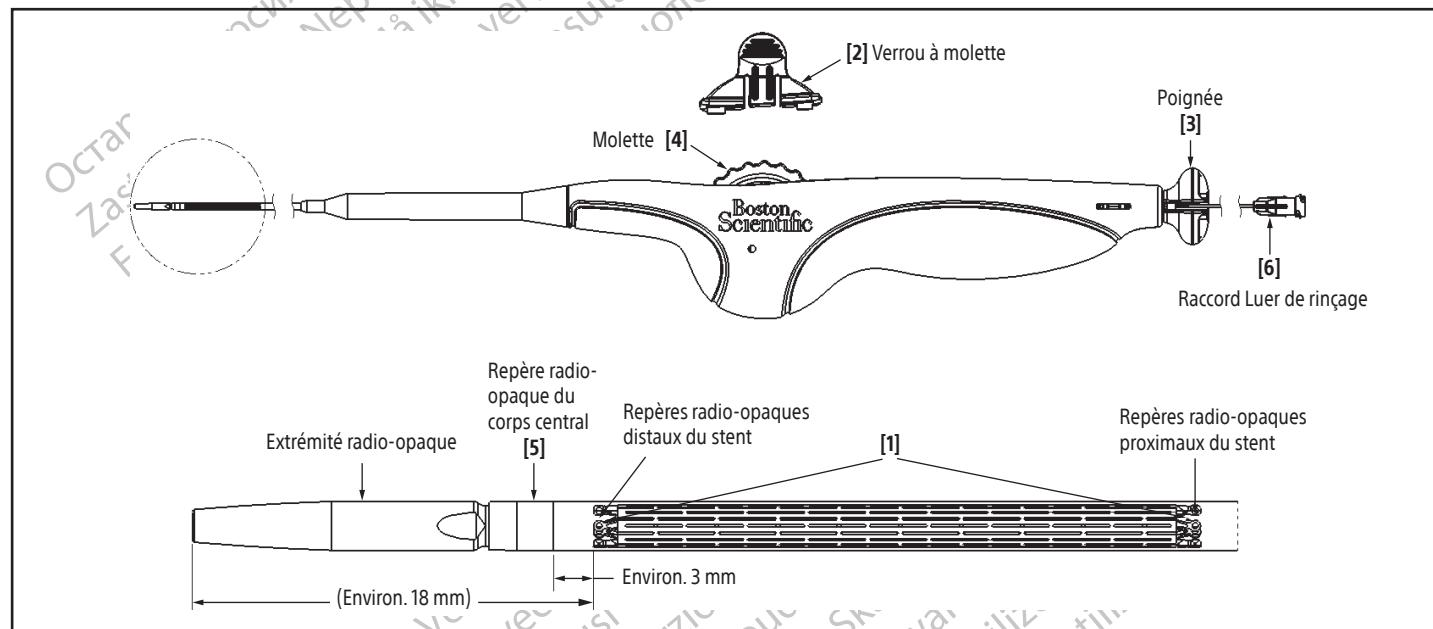

Figure 4. Système de mise en place du stent
- Fixer une seringue de 10 ml (10 cc) remplie de sérum physiologique au raccord luer de rinçage [6] de la poignée. Appliquer une pression positive. Continuer à rincer jusqu'à ce que le sérum physiologique apparaisse à l'extrémité distale de la lumière du guide. Retirer le raccord luer de rinçage [6] (en tirant sur la seringue ou sur le raccord luer de rinçage [6]) (voir Figure 4).